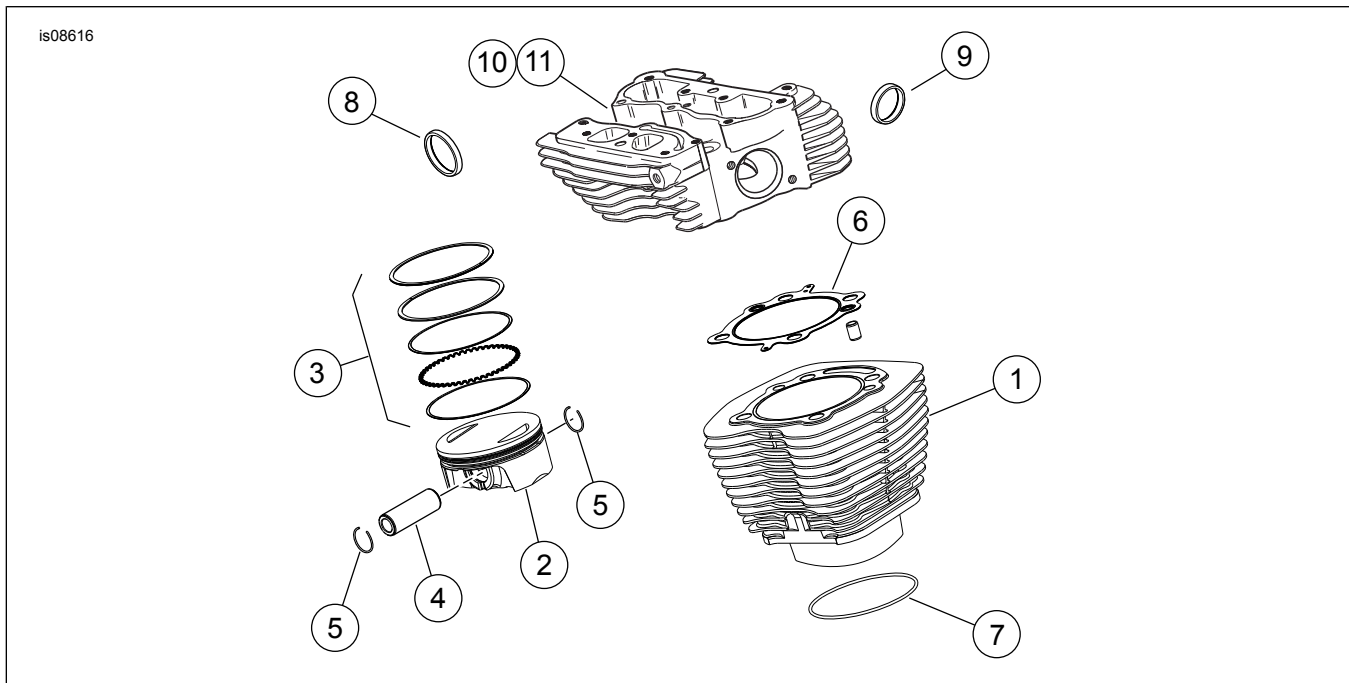
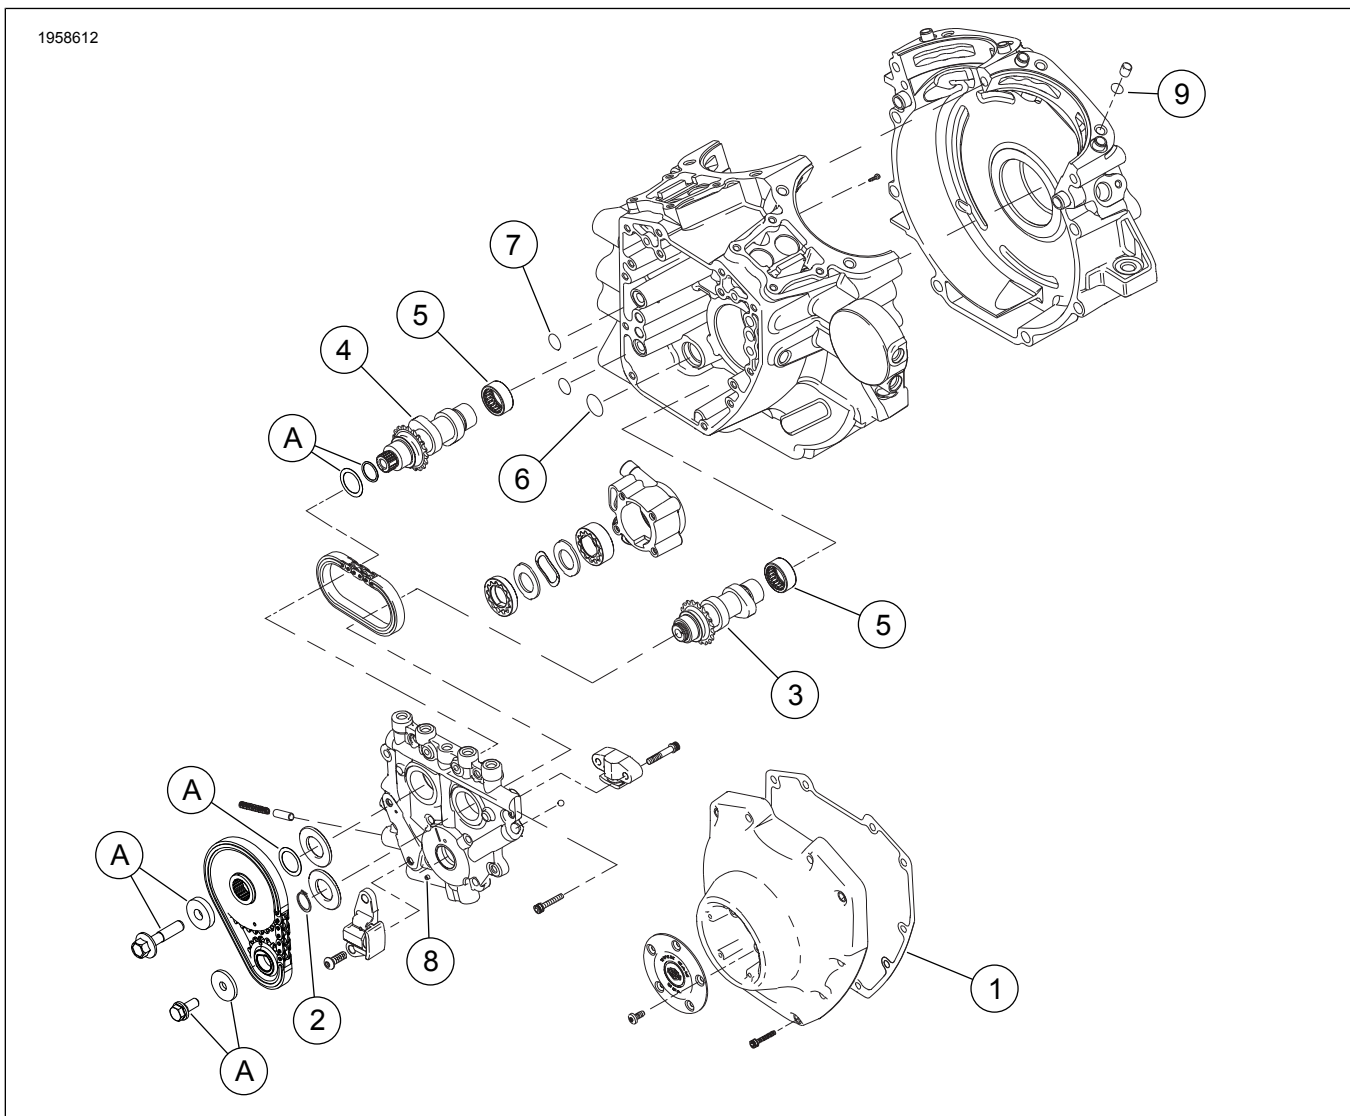
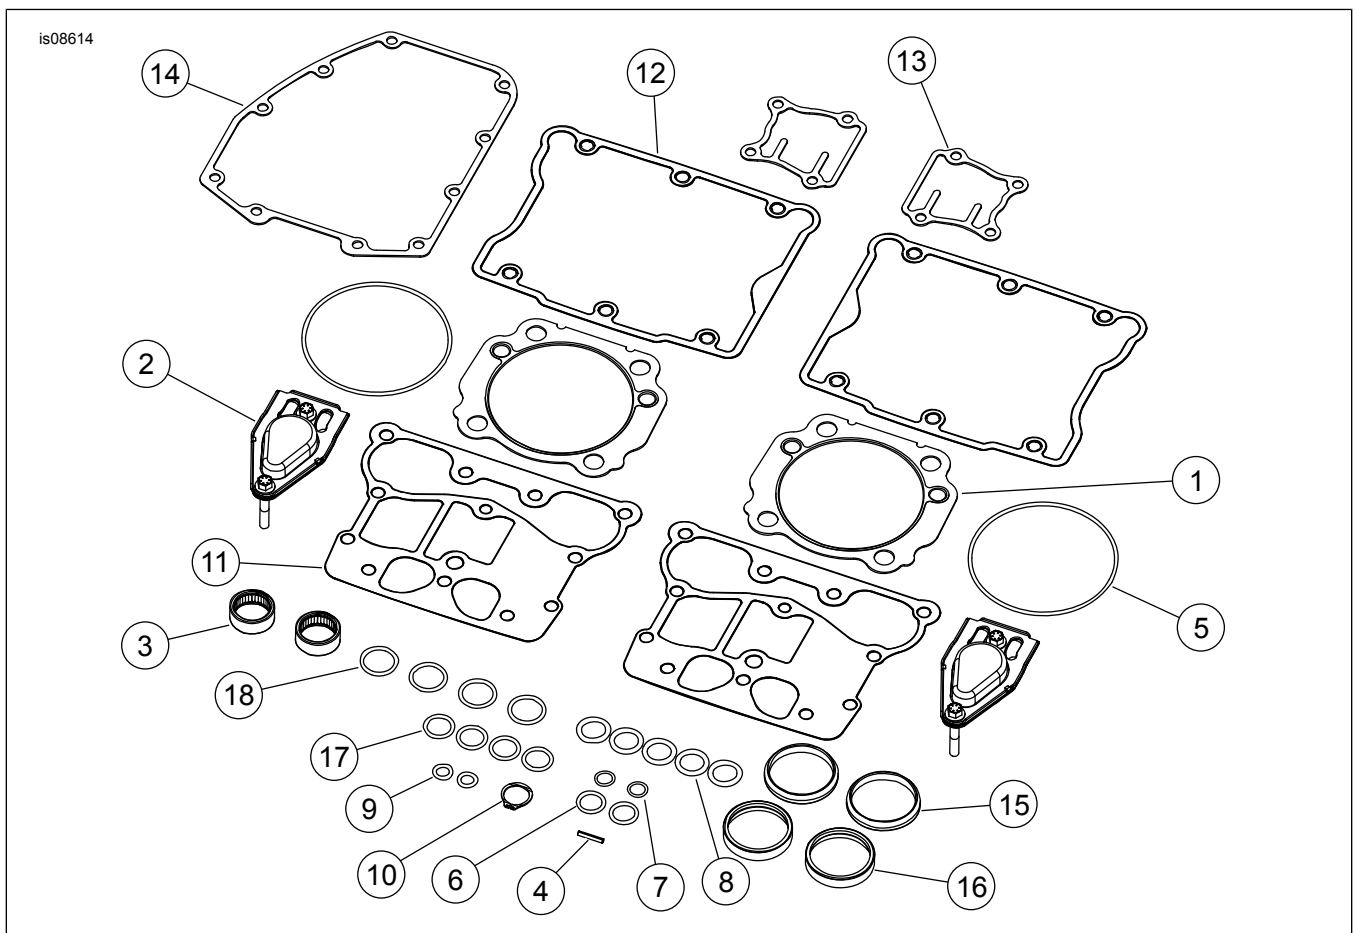

Figura 1. Piezas de servicio: Kit del triturador para neumáticos Screamin' Eagle Twin Cam 110 (103 CI a 110 CI)
Figura 3. Piezas de servicio: Kit del triturador para neumáticos Screamin' Eagle Twin Cam 110 (103 CI a 110 CI)
Figura 4. Piezas de servicio: Kit del triturador para neumáticos Screamin' Eagle Twin Cam 110 (103 CI a 110 CI)
Vea Figura 1 a Figura 4 y Tabla 1 a Tabla 4.
1. Ver Figura 3 . Instale los nuevos cojinetes interiores de la leva que se incluyen en el kit.
2. Ver Figura 1 a Figura 3 . Consultar el manual de servicio. Arme las levas en la placa de las levas, las culatas de los cilindros de alto rendimiento y el extremo superior del motor usando las piezas del kit.